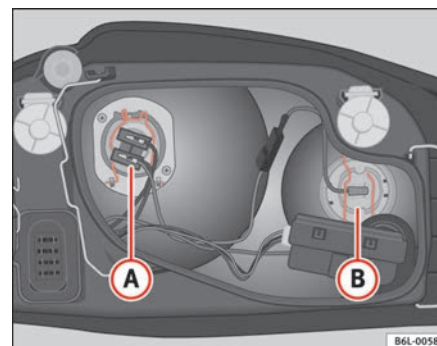

Fig. 143 Lámpara luz de cruce
- Extraiga el conector del cable de la lámpara **A** ⇒ fig. 143